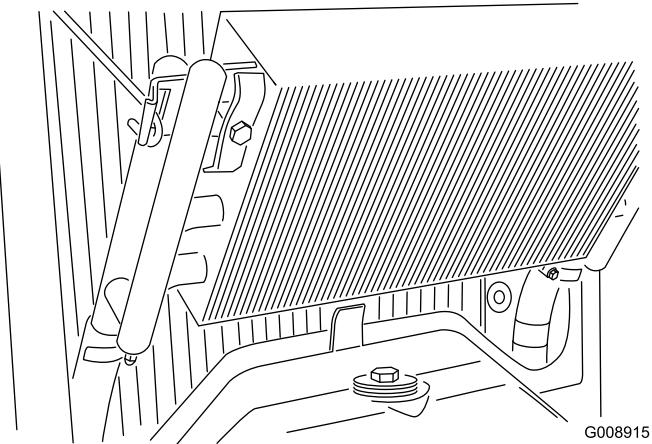

Bild 53
3. Entriegeln Sie den Ölkühler und schwenken ihn nach hinten (Bild 53). Reinigen Sie beide Seiten des Ölkuhlers und des Motorkühlers gründlich mit Wasser oder mit Druckluft. Schwenken Sie den Ölkuhler in seine ursprüngliche Position zurück.